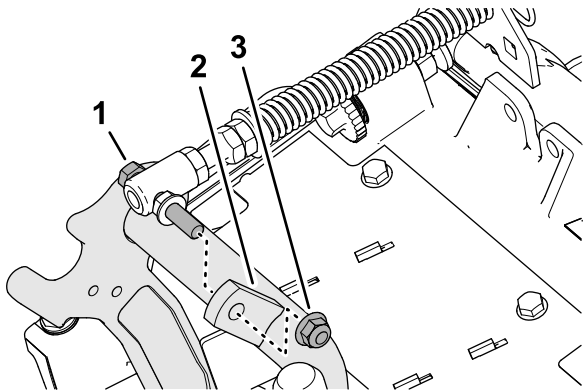

Figure 18
3. Retirez le contre-écrou à embase ( $\frac{3}{8}$ ") qui fixe la vis du ressort de compensation sur la patte droite du bâti porteur, et retirez le ressort de compensation de l'unité de coupe (Figure 18).